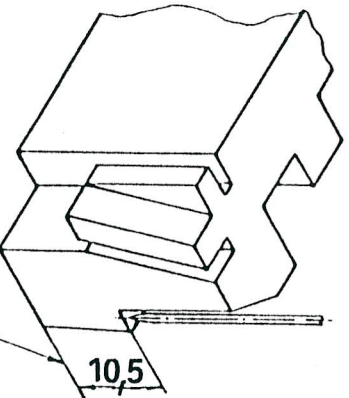

Abb. 2
- Höhe der rechten Nadelspitze im oberen Totpunkt mit Lehrenadel und Einstelllehre durch Verschieben der Nadelstange 3 einstellen und mit Schraube 4 klemmen (Abb 1), (Abb. 2).